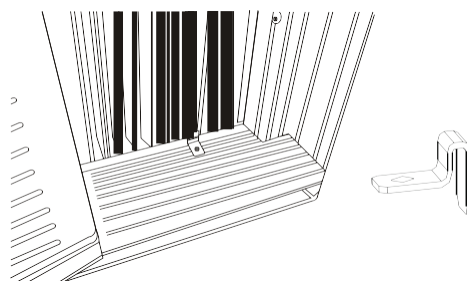

Fig. 18C
3. Fixez les verrous de cadre à l'appui de fenêtre à l'aide de deux vis de 3/4 po (19 mm) (Fig. 18C) (sur certains modèles)